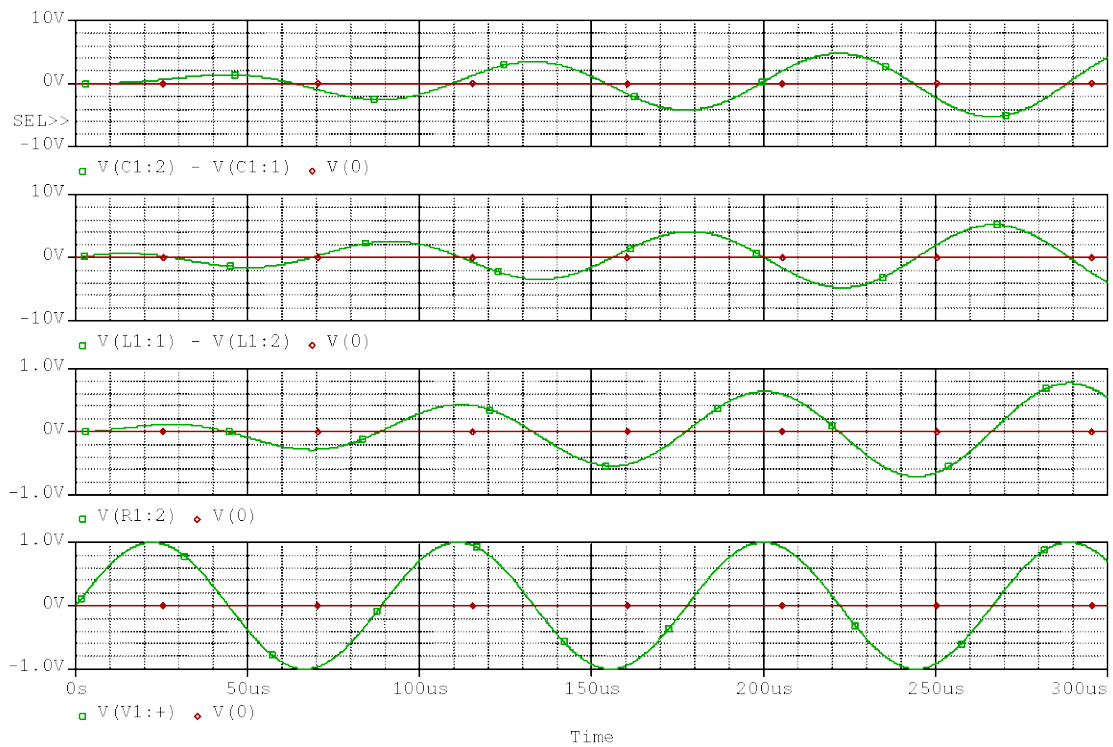
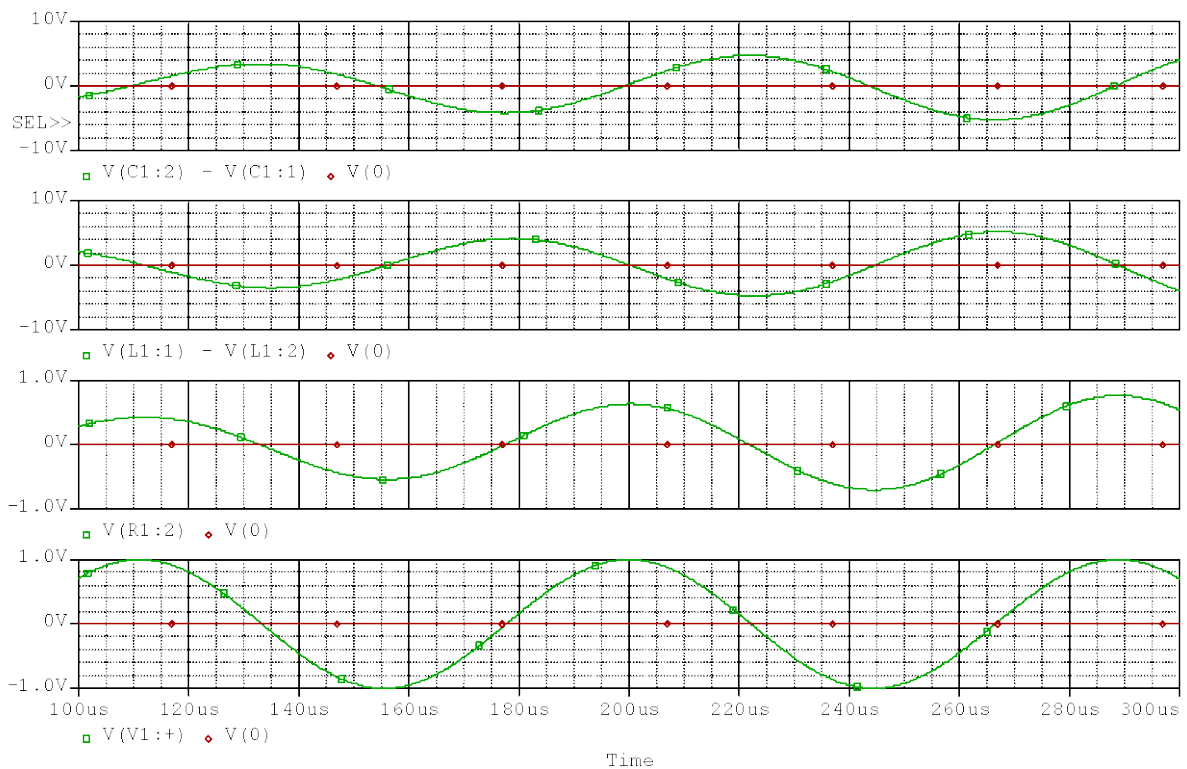

Рисунок 6.14 – Окремі діаграми вхідної напруги і напруг на всіх компонентах контуру з опором $R1 = 100$ (Ом)
Рисунок 6.16 – Фрагмент діаграм, що зображені на рис. 6.14, в часовому інтервалі від 0,1 до 0,3 (мс)
18. Використайте попереднє налаштування *Probe* при створенні діаграми досліджуваного вами послідовного коливального контуру зі змінним значенням опору $R1 = 100$ (Ом). Для цього замініть в схемі послідовного кола резистор $R1$ номіналом 1 (кОм) на 100 (Ом) та запустіть процес моделювання. В результаті ви повинні отримати діаграми, показані на рис. 6.14.
20. Вкажіть у вікні *X Axis*, який фрагмент діаграми вас цікавить, задавши початкову і кінцеву координати для масштабування осі *X*, а потім закрийте це вікно за допомогою кнопки *OK*. На рис. 6.16 показано, як при заданому часовому інтервалі від 0,1 до 0,3 (мс) програма *Probe* відобразила відповідний фрагмент діаграми, що зображена на рис. 6.14.